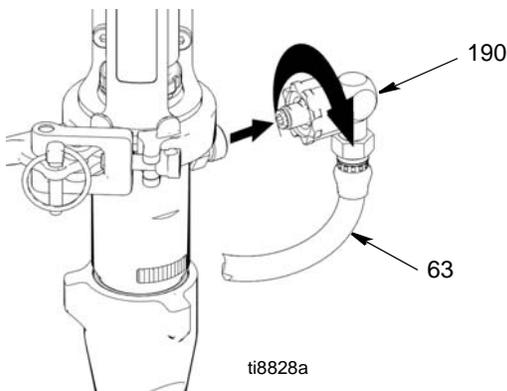

图 14
4. (图 14) 从泵的管接头卸下涂料软管接头 (190) 和涂料软管 (63)。